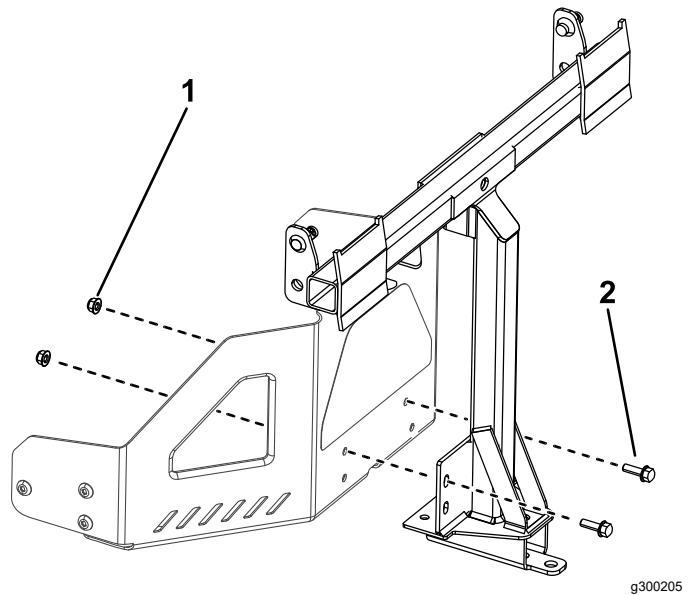

Figura 8
2. Montirajte okretni ram na ram mašine kao što je prikazano na Figura 8. Pričvrstite okretni ram na ram mašine pomoću 2 zavrtnja ( $5/16 \times 1"$ ) i 2 kontranavrtke ( $5/16"$ ).